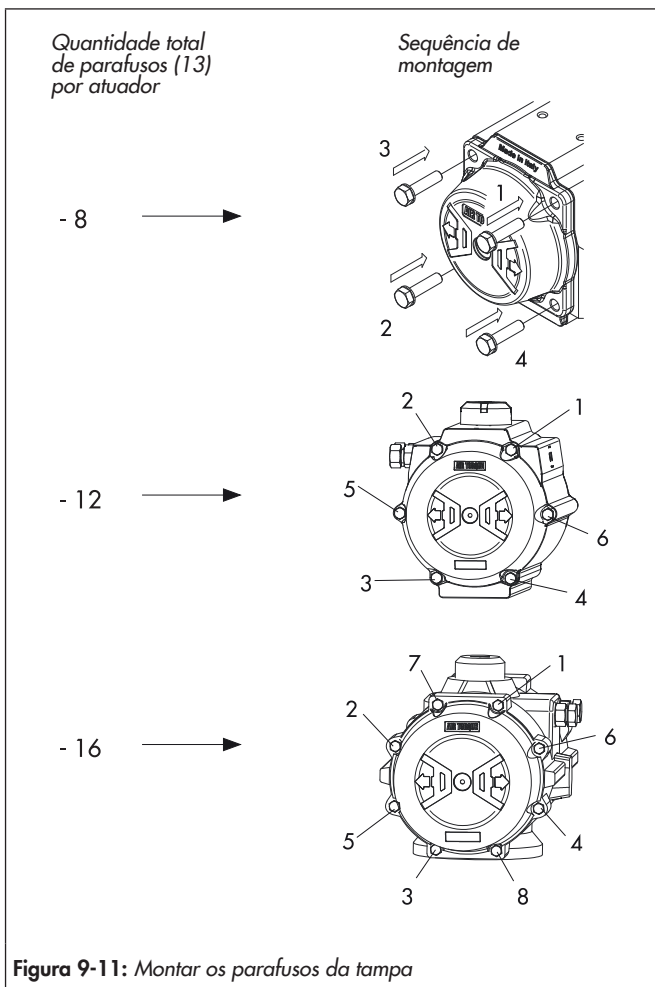

Figura 9-11: Montar os parafusos da tampa
- ⇒ Observar a sequência de instalação, ver Figura 9-11.
- ⇒ Montar a tampa no corpo (29).
- ⇒ Finalizar o aperto dos parafusos (13), apertar cada parafuso uma volta pela sequência indicada, ver Figura 9-11.
- ⇒ Introduzir os dois parafusos de ajuste (2), as contraporcas (4), as anilhas (3) e os vedantes (11).
- ⇒ Aparafusar os parafusos de ajuste (2) no corpo, observar o ajuste da posição final.
- ⇒ Colocar o indicador de posição (19) no veio e verificar se está na posição correta.